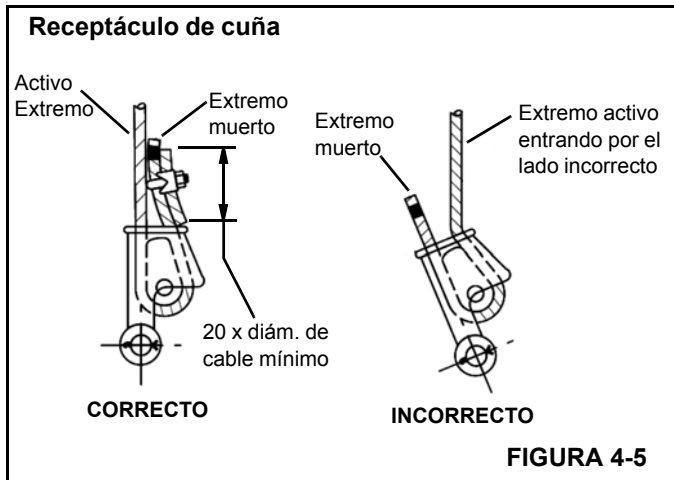

FIGURA 4-5
3. Verifique que el extremo activo (Figura 4-5) del cable quede directamente en línea con las orejetas del receptáculo y con la dirección de la tracción que se aplicará al cable. Si el cable se instala de modo incorrecto en el receptáculo, se producirá un doblez en el punto que el cable sale del receptáculo, y el borde del receptáculo desgastará el cable, causándole daños y la falla eventual del mismo.
4. Inserte el extremo del cable en el receptáculo, forme un lazo con el cable y devuelva el cable a través del receptáculo, permitiendo que el extremo muerto (Figura 4-5) sobresalga del receptáculo. Verifique que el extremo muerto del cable tenga un largo suficiente para aplicarle un dispositivo de terminación al extremo después de haber asentado la cuña.